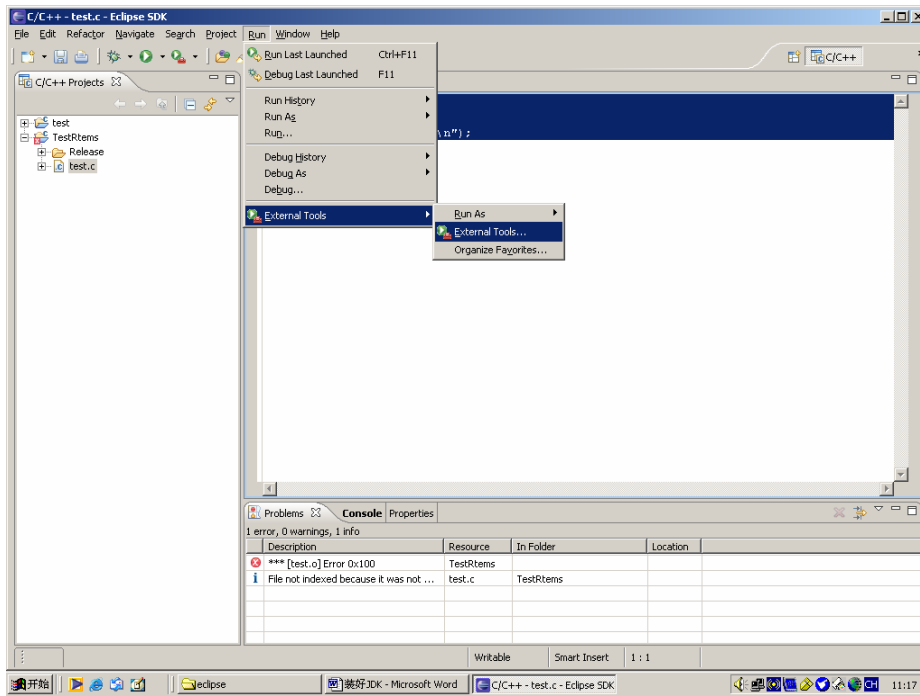
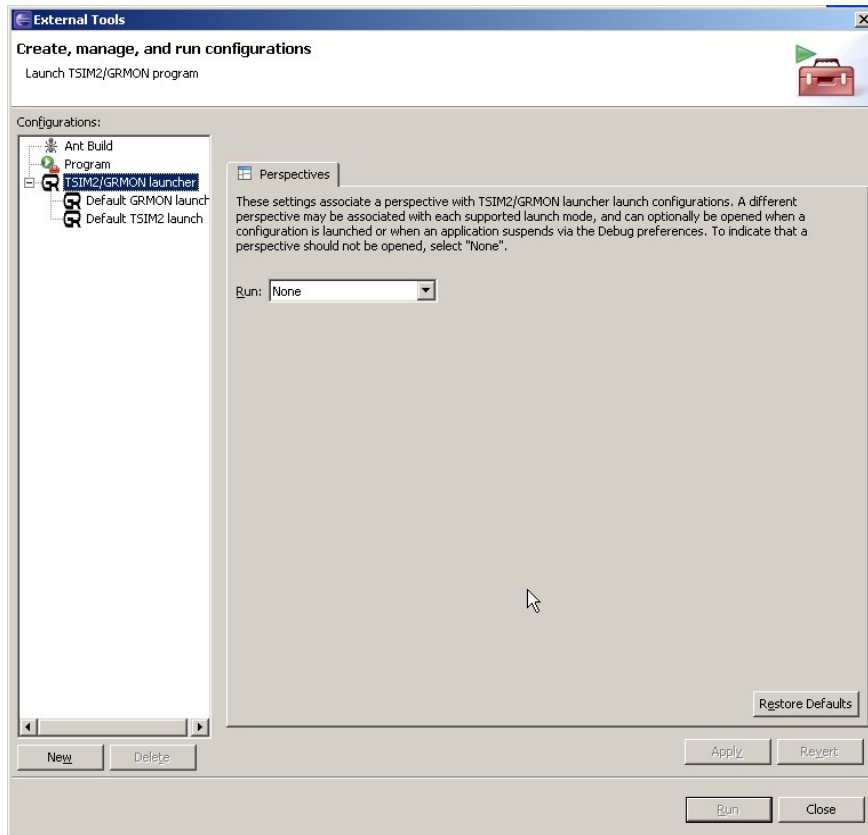

图 4-13 选择 External Tools 1
图 4-14 选择 External Tools 2
- a) 点 run/External Tools/External Tools, 如图 4-13 和图 4-14 所示：